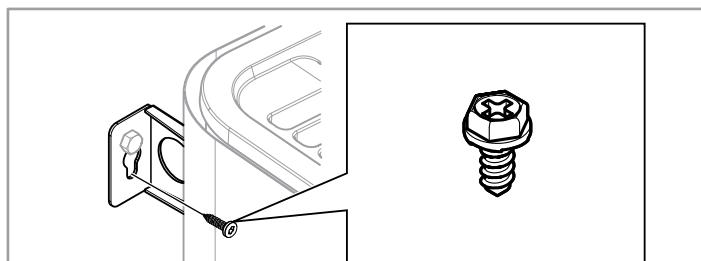

Fig 15: Konsolens låsskruv
10. Lås aggregatet på plats med låsskruven se Fig 15.